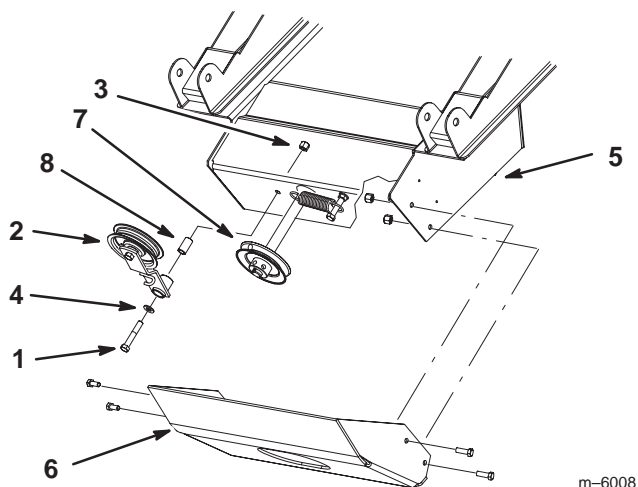

Figure 18
1. Retirez les quatre boulons de la plaque de protection (Fig. 18).
2. Déposez la plaque de protection (Fig. 18). Il est ainsi plus facile de monter la courroie du dispositif de ramassage.
2. Acheminez la courroie sur la poulie du dispositif de ramassage (Figures 18 et 20).
3. Retirez le boulon, la rondelle, l'entretoise et le contre-écrou du bras de la poulie de tension (Fig. 18).
- Montez le bras de la poulie de tension sur le dispositif de ramassage à l'aide du boulon, de la rondelle, de l'entretoise et du contre-écrou déposés précédemment (Fig. 18).
- Posez la plaque de protection (Fig. 18).